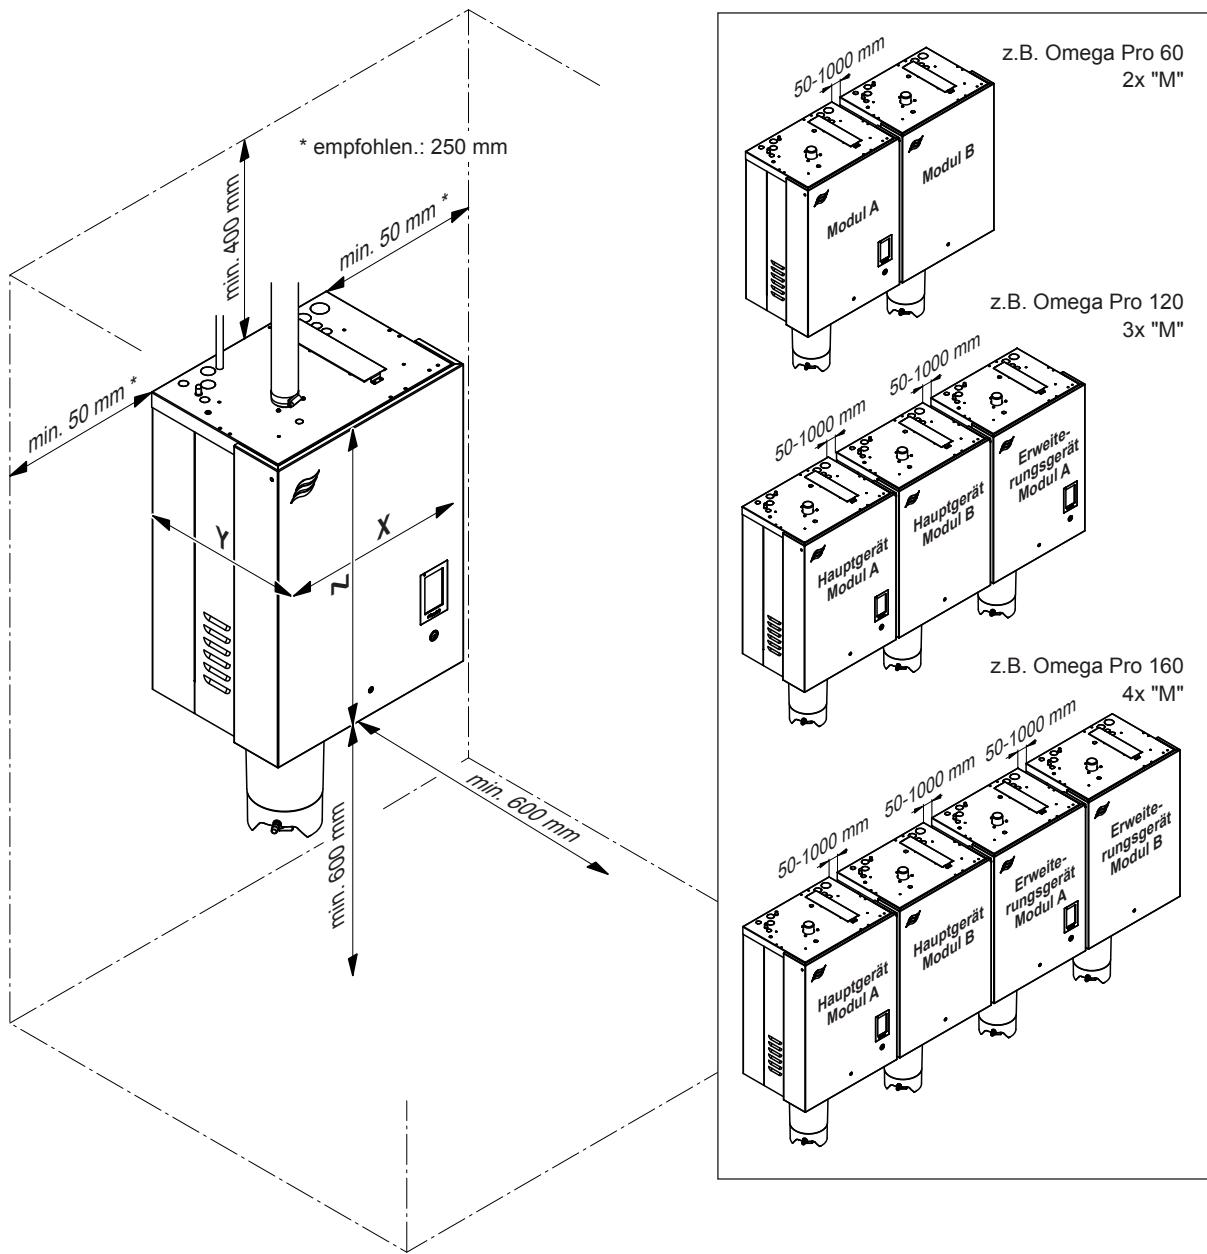

Abb. 9: Einzuhaltende Abstände
- Dampfgenerator so platzieren, dass das **Gerät gut zugänglich** und genügend Platz für die Wartung vorhanden ist. Die **Minimalabstände** gemäss Abb. 9 müssen eingehalten werden.
- Damit die mitgelieferten Kabel bei Doppelgeräten und Geräteverbundsystemen verwendet werden können, müssen die einzelnen Geräte in der angegebenen Reihenfolge mit einem maximalen Abstand von 50 mm nebeneinander und auf gleicher Höhe montiert werden (siehe Abb. 9).